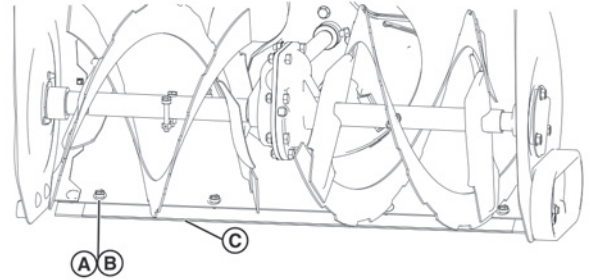

Рис. 30
2. Ослабьте фиксирующие гайки (А, Рис. 30) и болты (В) и снимите скрепер (С).